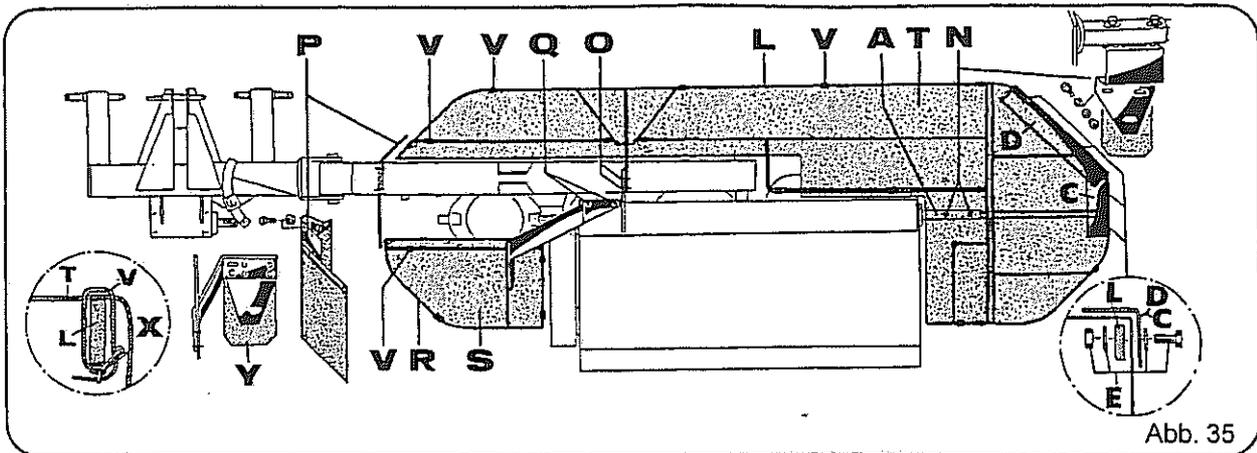
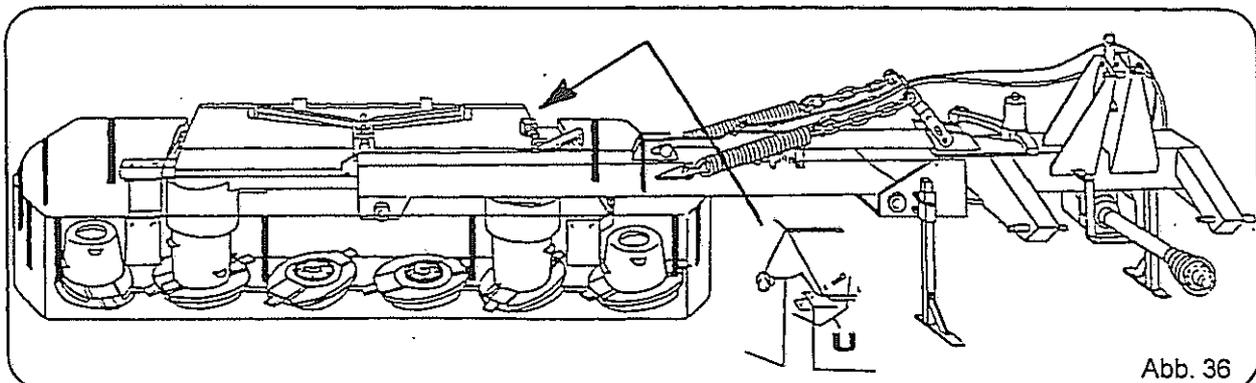

Abb. 35
Abb. 36
- Schutzrahmen (Abb. 35, Pos. L) in den Rohrhalter (Abb. 35, Pos. A) stecken und mit Schrauben M 16 x 80 (Abb. 35, Pos. N) befestigen. Die Schrauben M 16 x 80 (Abb. 35, Pos. N) so fest anziehen, daß das Einsteckrohr vom Schutz kein Spiel hat. Abweiserbefestigung siehe Seite 12.
- Mit den Schrauben M 12 x 35 (Abb. 35, Pos. O) ebenfalls den Schutzrahmen an den Halter anbringen.
- Schutzrahmen (Abb. 35, Pos. R) mit den Schrauben M 14 x 30 (Abb. 35, Pos. Q) oberhalb des Getriebes befestigen. Die linke Abweisermontage erfolgt nach Abb. 36, Pos. Y.
- Die Schutzstabilisatoren mit den Blechschrauben 6,3 x 13 an den Schutzbügeln (Abb. 36, Pos. L) schrauben. Vom SM 220-C / SM 260-C je 4 Stück, SM 310-C je 5 Stück Schutzstabilisatoren.
- Schutztücher (Abb. 35, Pos. T und S) auf die Schutzrahmen (Abb. 35, Pos. L und R) legen und mit Riemen (Abb. 35, Pos. V) an den Rahmen befestigen. Die ordnungsgemäße Anbringung der Schutztücher mit den Riemen an die Schutzrahmen ist aus Einzelheit "X" zu ersehen.
- Das seitliche Schutz Tuch (Abb. 35, Pos. P) wird mit den Schrauben M 8 x 20 unter dem Zwischenträger montiert.
- Die beiden Schutzbleche werden oberhalb des Schutz Tuches (Abb. 35, Pos. C und D) an den Schutzrahmen mit den Schrauben M6 x 25, Scheiben 6,4/18x1,6 und Mutter M6 befestigt (Abb. 35, Pos. E).